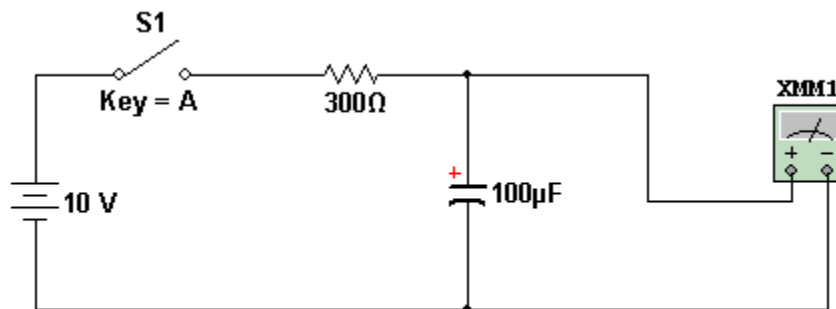

Figura 1. Circuito para la carga
1. Para el circuito de la figura 1, utilizando los valores de resistencia y de los capacitores seleccionados, calcular la constante de tiempo.
2. Armar el circuito mostrado en la figura 1.